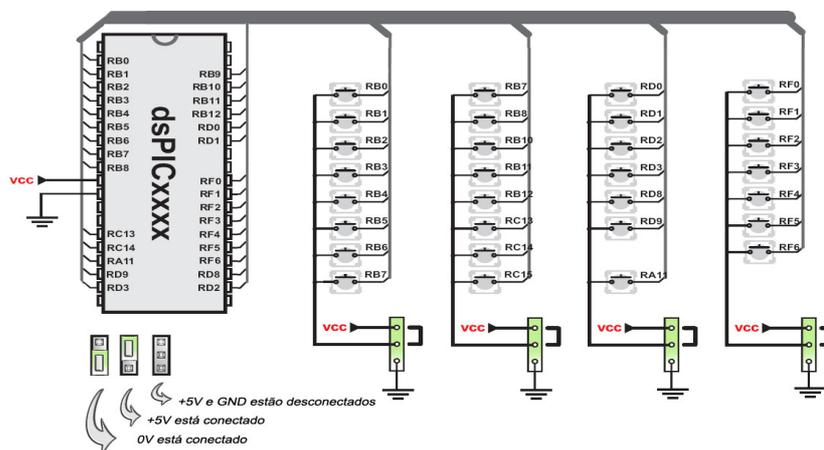

Figura 04 Conexões dos botões na placa.
- 30 botões: essenciais para a maioria das aplicações que podem exercer as mais variadas funções, como chaves seletoras de estado de funcionamento de um determinado sistema. As conexões dos botões aos ports RA, RB, RC, RD, RE e RF são mostradas na figura 04. Os jumpers da figura determinam se o botão pressionado vai colocar o pino em questão em nível lógico UM ou em nível lógico ZERO.
No exemplo mostrado na figura 04, os botões estão conectados a +5V. Para detectar o estado da chave, deve-se usar resistores de pull-up ou pull-down, dependendo de como os jumpers estiverem configurados. Na figura 04, resistores de pull-down devem ser usados.